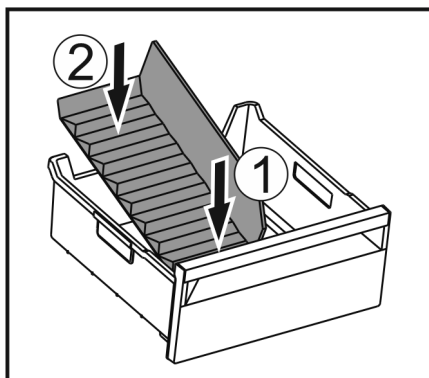

Fig. 50
- Вставити передню частину перегородки відділення для льоду. Fig. 50 (1)
- Опустити задню частину перегородки відділення до дна ящика для кубиків льоду. Fig. 50 (2)